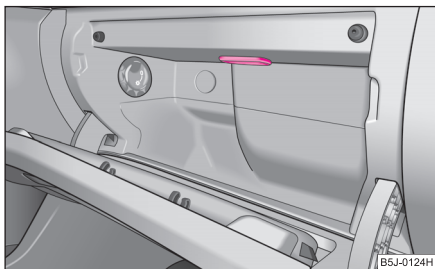

Fig. 188 Demontarea lămpii din compartimentul de depozitare de pe partea pasagerului din dreapta
- Introduceți un cuțit sau alt obiect asemănător lateral între lampă și torpedou ⇒ fig. 188. Dislocați cu atenție lampa.